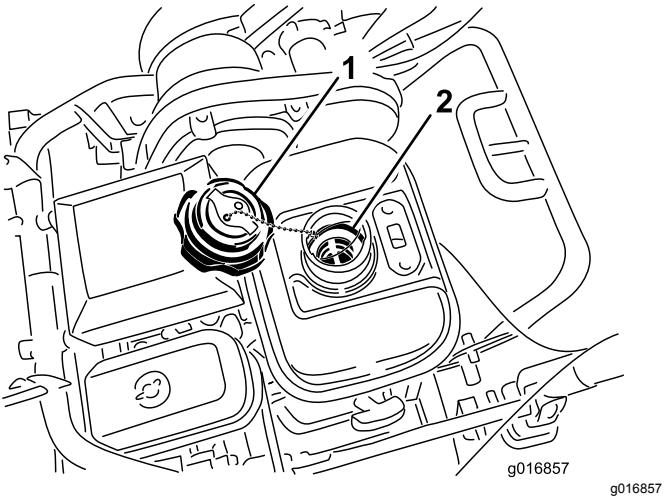

Figura 40
1. Svitate e togliete il relativo tappo dal serbatoio carburante (Figura 40).